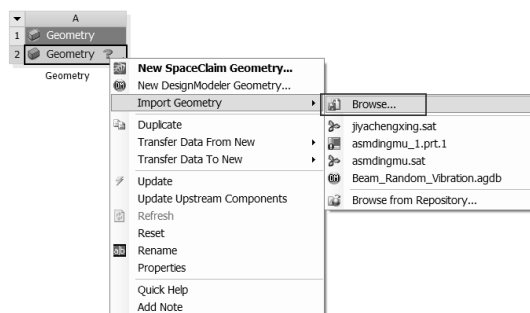

图 19-62 导入外部几何数据
Step2：导入几何数据文件。如图 19-62 所示，在几何数据生成器 A 中的 A2（Geometry）上右击，在弹出的快捷菜单中选择 Import Geometry Browse 命令，此时会弹出“打开”对话框。